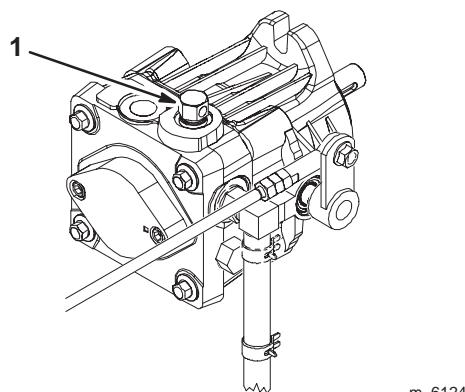

Figure 23
2. Tournez les vannes de dérivation d'un tour dans le sens anti-horaire pour pousser la machine. Cela permet au liquide hydraulique de contourner la pompe et aux roues de tourner (Fig. 23).
Tournez les vannes de dérivation d'1 tour dans le sens horaire pour utiliser la machine (Fig. 23).